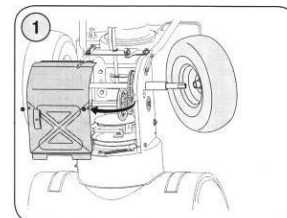

Figure 24
b. Retirez la roue droite en dévissant le boulon et la rondelle de cloche qui la fixe sur l'arbre. Reportez-vous à la Figure 24.